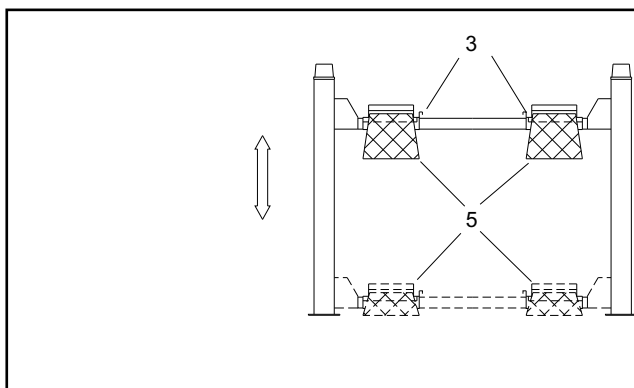

Fig.11 Pedane e Traverse
Le due pedane portaveicoli (Fig. 11) appoggiano sulle traverse. La pedana sinistra (1) è fissa, mentre la pedana destra (2) è mobile e può scorrere orizzontalmente per adattarsi alle diverse carreggiate dei veicoli. Entrambe sono dotate di bordi interni (3) di contenimento dei pneumatici del veicolo e di arresti fissi di sicurezza (4) che impediscono al veicolo stesso di oltrepassare accidentalmente la fine della pedana; le rampe di accesso (5), incernierate sulle pedane, si posizionano verticalmente quando le pedane salgono, bloccando in maniera definitiva il veicolo.
The two platforms (Fig. 11) are supported on the cross-pieces. The left platform (1) has no adjustment; the right platform (2) is free to slide across the width of the lifting area to adapt to the track width of the vehicle being lifted.